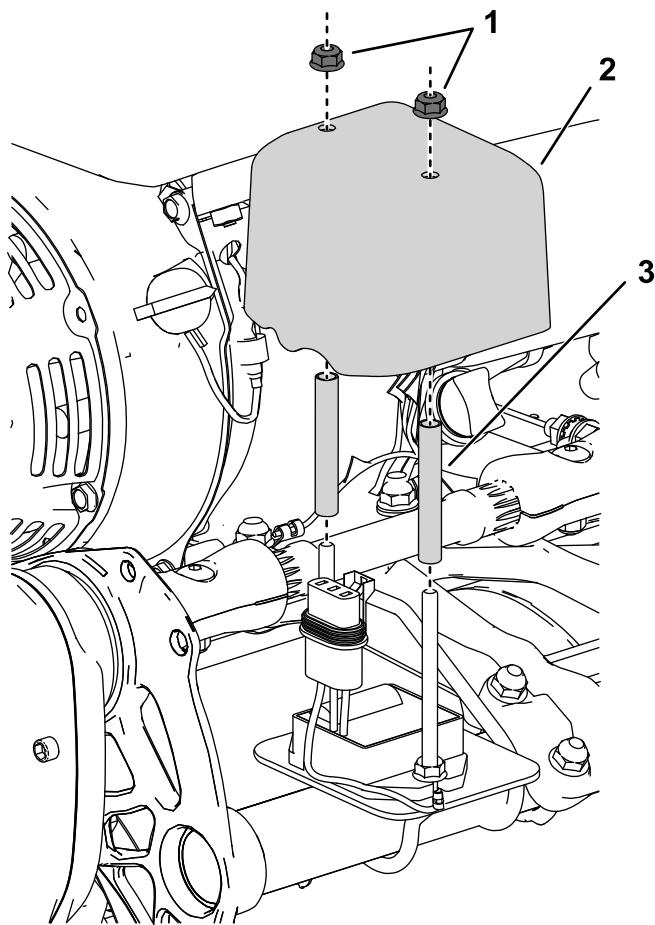

Figura 4
5. Montate i distanziali e il coperchio sui collegamenti del contaore wireless e del cablaggio preassemblato, come illustrato nella Figura 4.